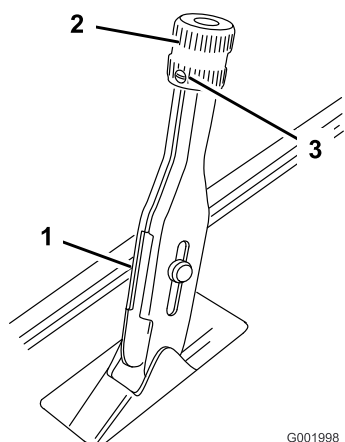

Figure 64
1. Desserrez la vis de fixation du bouton sur le levier du frein de stationnement (Figure 64).